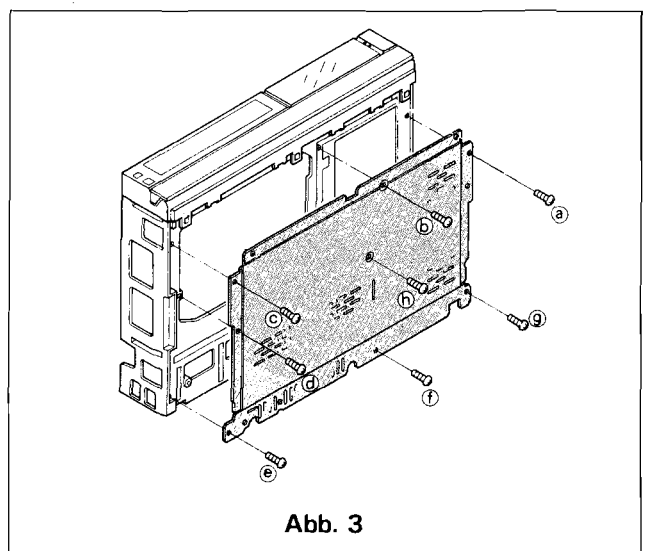

Abb. 3
- A. Entfernen Sie die 7 Schrauben (Ⓐ ~ Ⓖ), mit denen die Bodenplatte befestigt ist. (Siehe Abb. 3)
- B. Entfernen Sie die 2 Schrauben (Ⓢ und Ⓣ), mit denen die Abschirmplatte befestigt ist. (Siehe Abb. 3)